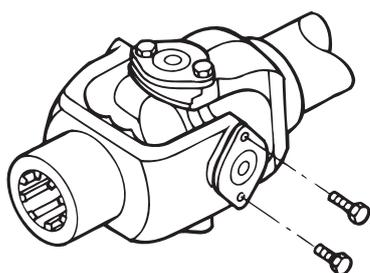

Figura 5.4
4. Alinhe os orifícios da placa de cobertura com a orelha do garfo. Figura 5.4. Instale a placa de cobertura do rolamento rente à superfície fresada do garfo.